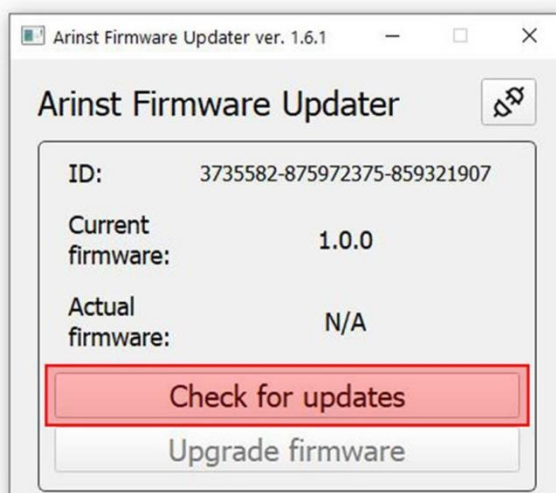

Рисунок A2.5 – Загрузчик подключен к прибору
2.7. После подключения к прибору, будет определен его ID и версия микропрограммного обеспечения (прошивки). Помимо этого станет активна кнопка проверки обновлений **Check for updates** (Рисунок A2.5).